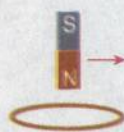

图4.7-14 金属圆环受到和磁铁运动方向相同的驱动力
5. 如图4.7-14，水平放置的绝缘桌面上有一个金属圆环，圆心的正上方有一个竖直的条形磁铁。请通过分析形成以下结论：把条形磁铁向水平方向移动时，金属圆环将受到水平方向运动的驱动力，驱动力的方向跟条形磁铁运动的方向相同。